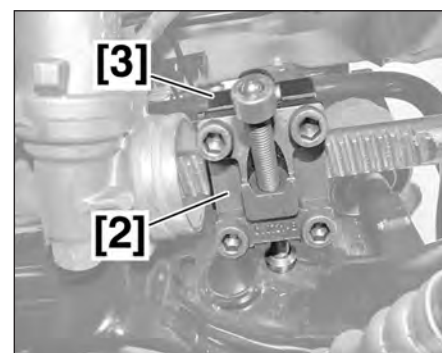

FIG.12
- Mettre en place l'outil [2] avec l'outil [3] sur la crémaillère de direction (Fig.12).